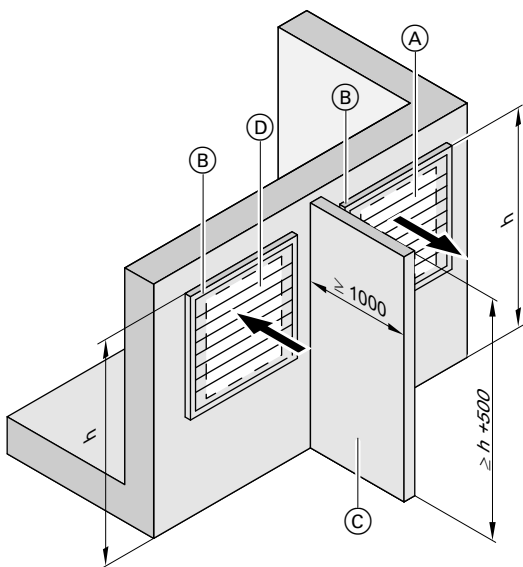

Abb. 7
- ⓐ Trennwand (falls erforderlich): Siehe folgende Tabelle und Abb. 7 und 8.
- Ⓞ Trennwand (falls erforderlich): Siehe folgende Tabelle und Abb. 7 und 8.